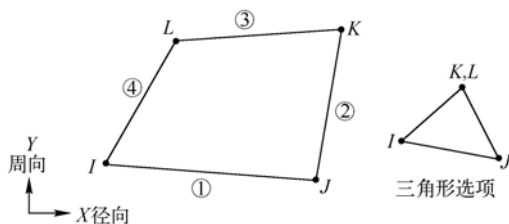
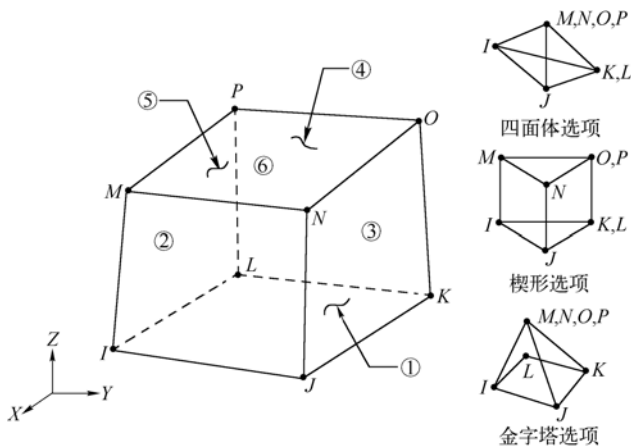

图 8-1 FLUID141 单元几何结构图
图 8-2 FLUID142 单元几何图
图 8-1 所示为 FLUID141 单元的几何结构图，图中给出了节点位置和单元坐标系。FLUID141 单元由 I 、 J 、 K 和 L 四个节点组成。当 K 和 L 节点重合时，FLUID141 单元变成三角形。图 8-2 给出了 FLUID142 单元的几何结构、节点位置及坐标系。FLUID142 单元由八个节点和材料特性定义。当节点 M 、 N 、 O 、 P 的序号为相同的值，且节点 K 、 L 的序号为相同的值时，FLUID142 为一个四面体单元。FLUID142 也可以为楔形和金字塔形，它们的几何结构如图 8-2 所示。根据 KEYOPT(3) 的取值可以指定坐标系为笛卡儿坐标或圆柱坐标。